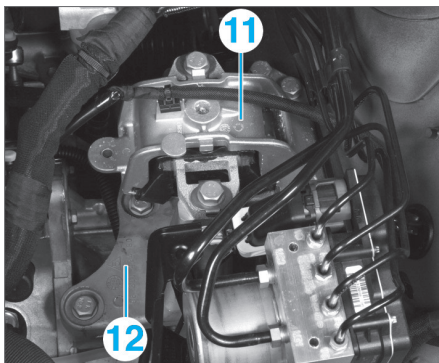

Fig. 6
- la partie supérieure (11) et inférieure (12) du support boîte de vitesses gauche (Fig.6),